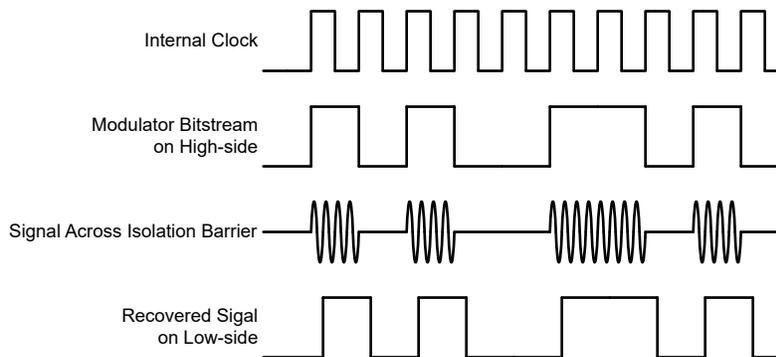

図 7-3. OOK ベースの変調方式
図 7-3 に示されているように、AMC0x36 は、オン/オフ キーイング (OOK) 変調方式を使用して、変調器の出力ビットストリームを、 SiO_2 ベースの絶縁膜間で伝送します。送信ドライバ (TX) をに 機能ブロック図 示します。TX は、内部で生成された高周波キャリアを絶縁バリア越しに送信し、デジタル 1 を表現します。ただし、TX はデジタル 0 を表す信号を送信しません。AMC0x36 で使用されるキャリアの公称周波数は 480MHz です。